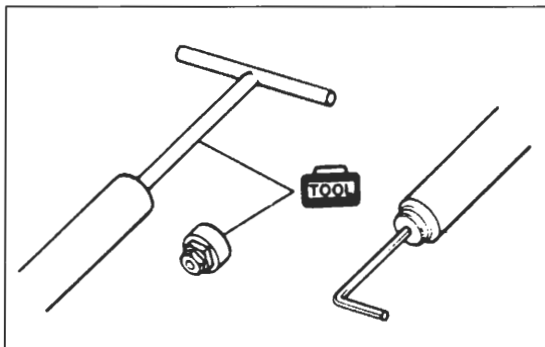

Bild 299
- Falls sich Dämpferstange mitdreht, mit Suzuki-Spezialwerkzeug (konischer Vierkant) Dämpferstange gegenhalten (Bild 299) oder Feder, Vorspannhülse und obere Gabelverschlusschraube provisorisch einsetzen, um Dämpferstange am Mitdrehen zu hindern.